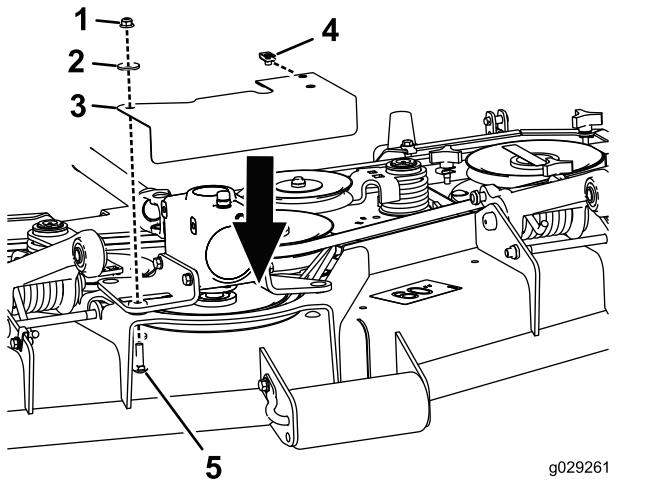

Figura 5
- Utilizando as porcas removidas no passo anterior, monte o resguardo da polia nos suportes de montagem da caixa de velocidades (Figura 5).